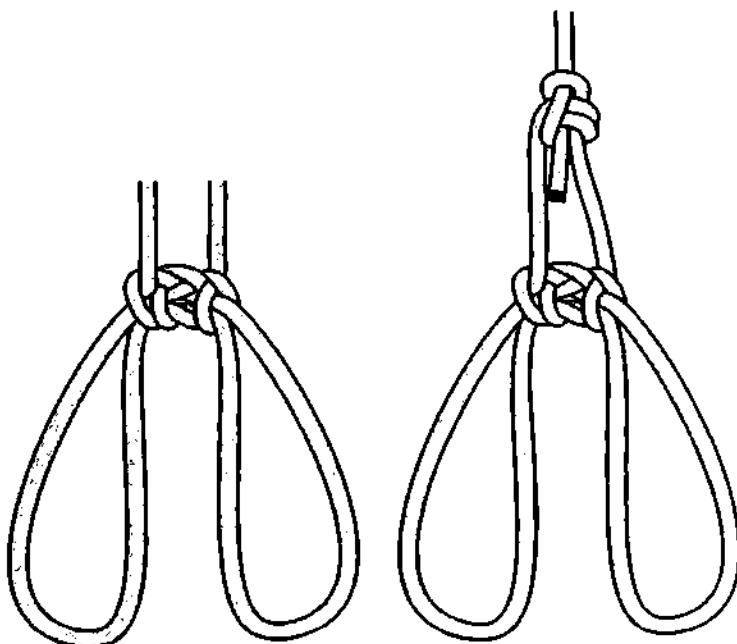

Рис. 448. **Лестничный узел.**
**Лестничный узел** – это *колоышка с рифом*, выполняющая функцию двойной петли (рис. 448). **Лестничный узел** очень надёжный и безопасный и способен выдержать значительное напряжение. Он не скользит, не затягивается, его петли не соединяются и независимы друг от друга, он легко запоминается и быстро вяжется и поэтому предпочтительней *боцманского узла*. **Лестничный узел** отлично держит на всех видах верёвок.